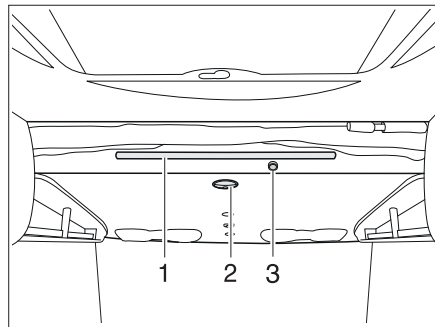
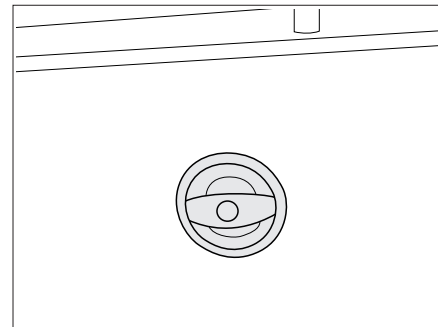

Bild 121 Hubbett manuell
Bild 122 Griff Hubbett
- Den schwarzen Griff (Bild 121,2 und Bild 122) an der Unterseite des Bettes drehen, um die Verriegelung zu lösen.
- Das Hubbett mit beiden Händen am Stangengriff (Bild 121,1) in einem Bogen nach unten ziehen, bis es hörbar einrastet.
- Den Knopf an der Vorderseite des Hubbettes (Bild 121,3) drücken, um den ausziehbaren Lattenrost zu entriegeln.
- Mit beiden Händen am Stangengriff (Bild 121,1) ziehen, um die Bettfläche zu vergrößern.